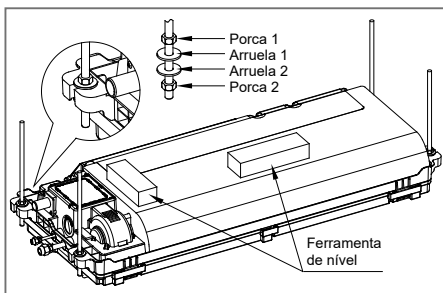

FIG. 19
- Fixe a unidade nas hastes de suspensão e utilize uma ferramenta de nível (nível de bolha) para nivelar corretamente a unidade (Fig. 19).
- Depois de ajustar a altura e verificar se a unidade está nivelada, utilize as quatro arruelas 1 e porcas 1 para fixar com segurança a unidade nas hastes (Fig. 19).